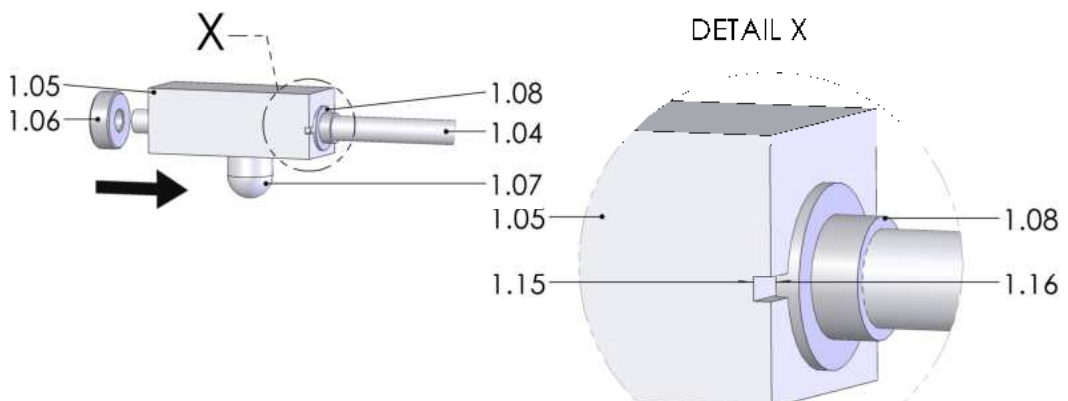

ABB. 4 PENDELHAMMER STANDARD / MONTAGE
- Schalten Sie die Elektronikeinheit durch Drücken des Netzschalters (3.08, Abb.4) ein „siehe Elektronikeinheit“.